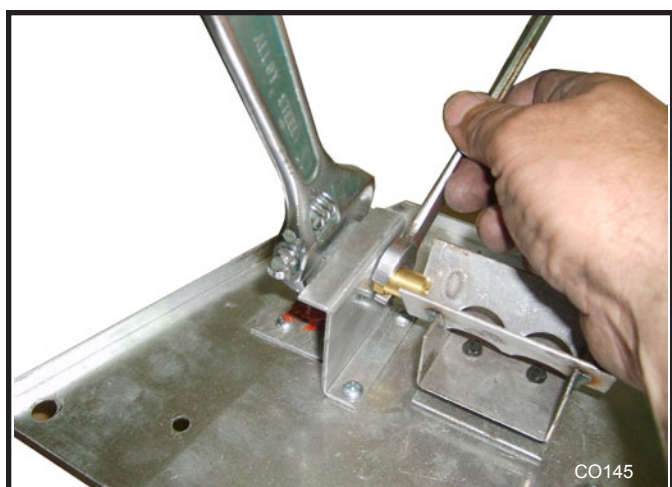

Fig. 82 Utilisez deux clés afin d'éviter d'endommager le collecteur d'air.
3. Retirez l'orifice de l'injecteur du support de brûleur gauche avec une clé $\frac{1}{2}$ ". Utilisez une deuxième clé afin de ne pas endommager le collecteur d'air. (Fig. 82)